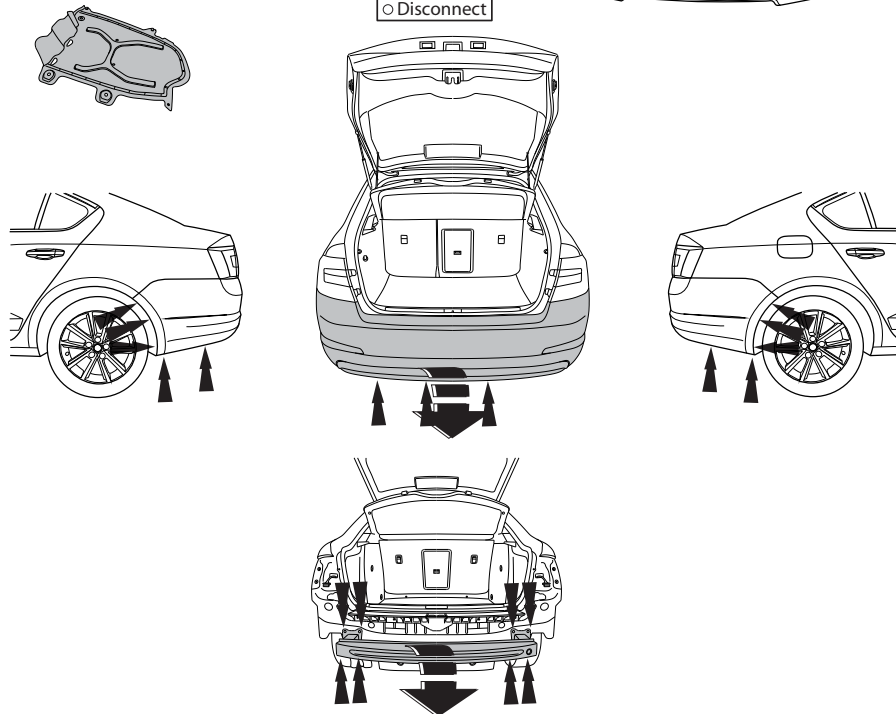

Fig. 1
2. Снять пластмассовые защитные колпаки. Снять бампер вместе со стальным буферным брусом автомобиля. Буферный брус больше не понадобится. Поставить болты на место. См. рисунок 1.